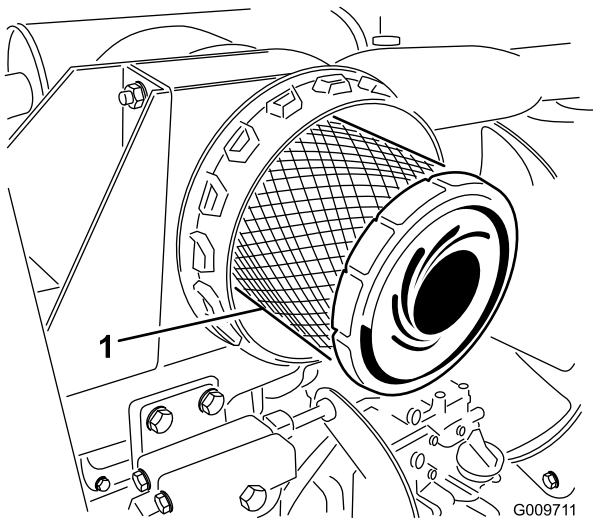

Figure 30
3. Déposez et remplacez le préfiltre (Figure 30).